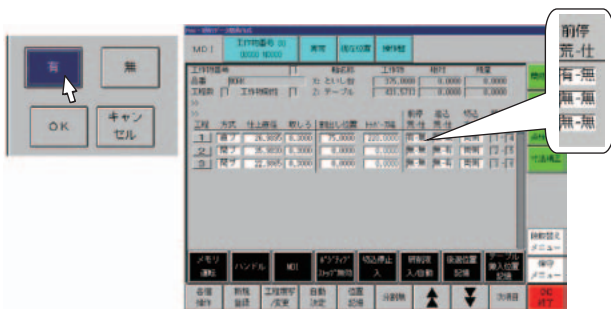

図5 研削データ作成画面
- 2) 画面内の設定値を、従来の数値表示/数値入力から、文字表示/文字の選択入力とすることにより、取扱説明書やヘルプ画面を見たり覚えたりしなくても、容易に理解できる使い勝手を実現している (図5)。